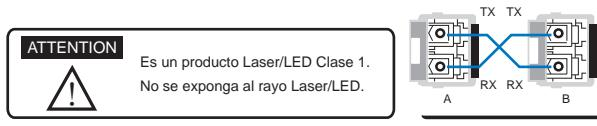

Figura-5
- Conexión de los Puertos SFP:** Inserte el transceptor de fibra SFP. Se recomienda el uso de transceptores SFP mini GBIC certificados por Korenix. Conecte de manera cruzada el canal de transmisión al canal de recepción correspondiente en el dispositivo de campo y viceversa, tal como se ilustra en la Figura 5.